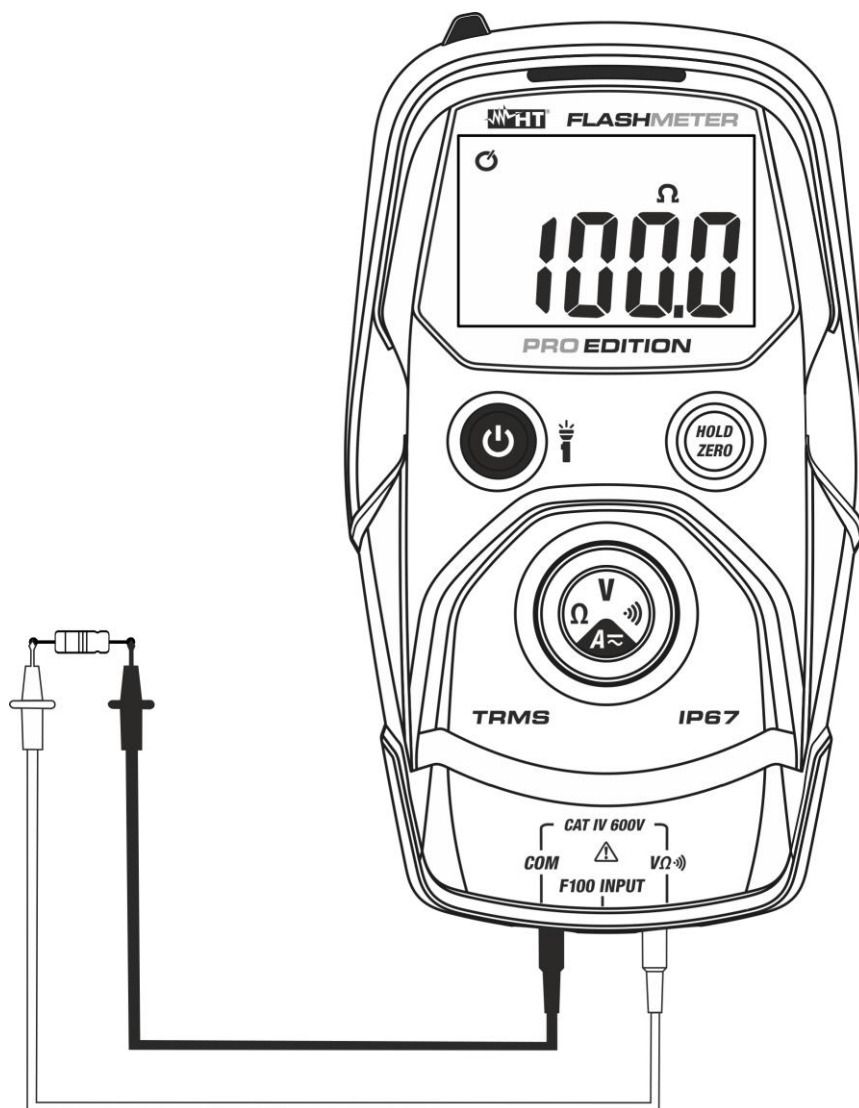

Fig. 5: Uso dello strumento per misura di Resistenza
3. Posizionare i puntali nei punti desiderati del circuito in esame (vedere Fig. 5). Il valore della resistenza è visualizzato a display